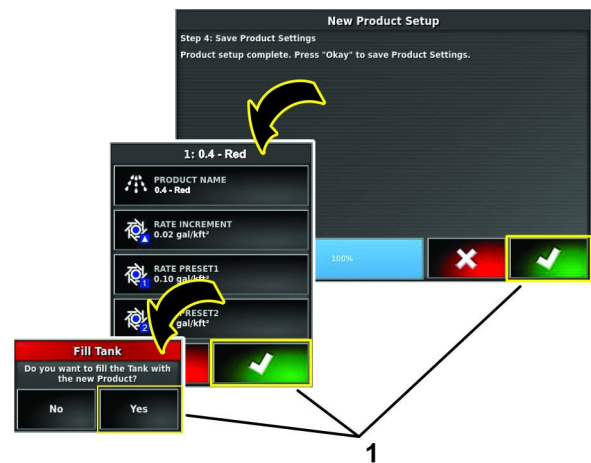

Figura 122
16. En el paso 4 del cuadro de diálogo Configuración de nuevos productos, pulse los iconos Confirmar (Figura 122).
17. Si va a llenar el depósito, en el cuadro de diálogo Llenar depósito, pulse el icono Sí (Figura 122).